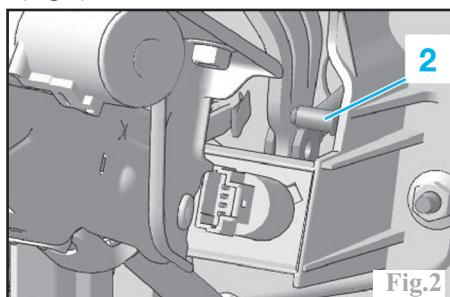

Fig.2
- L'axe (2) de la commande des freins (Fig.2).